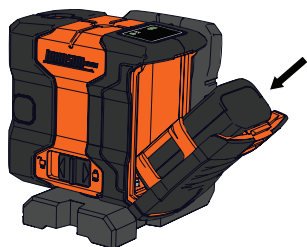

Figure 5
5. Remettre le couvercle et réinsérer le boîtier à pile dans le compartiment à piles. S'assurer que l'extrémité avec les ouvertures soit insérée en premier. (Figure 5)
5. Installer la pile Li-ion dans l'appareil comme décrit précédemment. (Figure 5 - Figure 6)